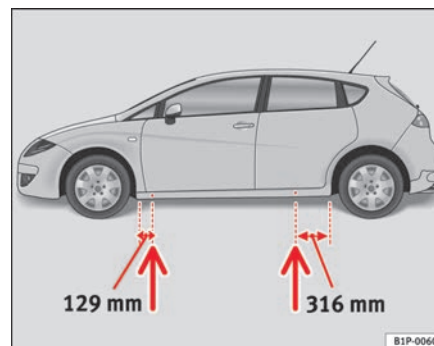

Abb. 152 Aufnahme-
- Suchen Sie den Aufnahmepunkt am Unterholm, der dem zu wechselnden Rad am nächsten liegt ⇒ Seite 246, Abb. 152.
Am Unterholm kennzeichnen jeweils vorn und hinten Eindrückungen die Stellen, an denen der Wagenheber angesetzt werden darf ⇒ Seite 246, Abb. 152. Es gibt für jedes Rad genau eine Stelle. An anderen Stellen darf der Wagenheber nicht angesetzt werden.